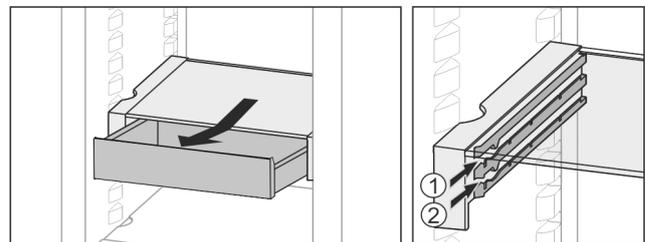

Fig. 31
- ▶ In beliebiger Höhe Fig. 31 (1) oder Fig. 31 (2) einschließen.